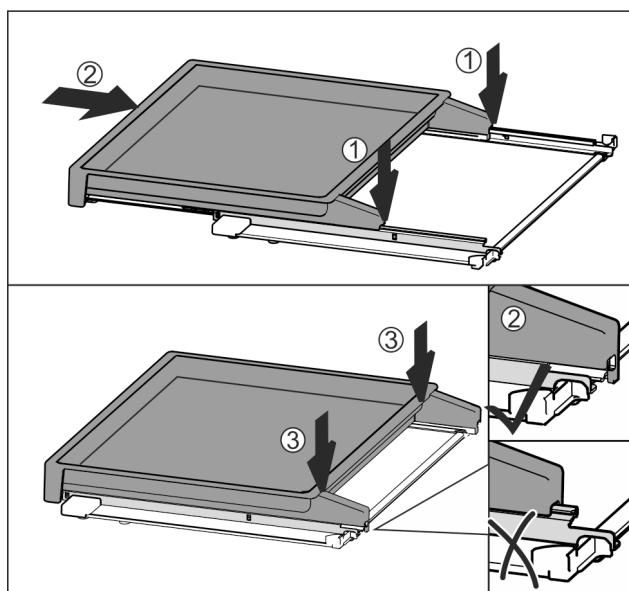

Fig. 44
- ▶ La poser au centre sur les rails Fig. 44 (1).
- ▶ Insérer complètement la bordure télescopique Fig. 44 (2).
- ▶ Appuyer sur sa partie arrière jusqu'à ce qu'elle s'enclenche de manière audible Fig. 44 (3).